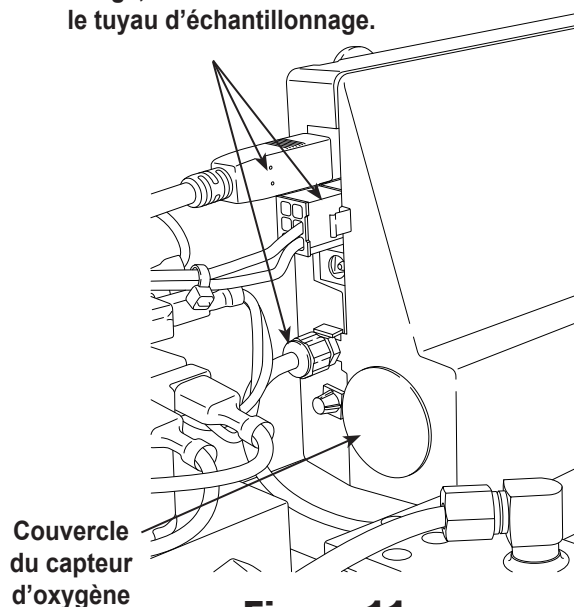

Figure 11
3. Débranchez le faisceau de câblage, le connecteur USB et le tuyau d'échantillonnage de l'identificateur. Voir Figure 11.